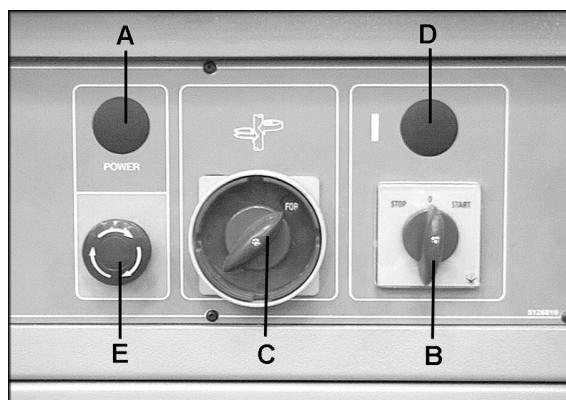

Рисунок 25
2. Поверните переключатель вперед/реверс (С, рис. 25) на нужную позицию. Поверните переключатель запуска (В, рис. 25) вправо, чтобы запустить станок. Переключатель запуска – магнитный, как только станок запустится, переключатель вернется в центральное положение, как
3. Чтобы остановить станок, нажмите на кнопку аварийного отключения (E, рис. 25) или поверните переключатель Вкл./Выкл. (B, рис. 25) влево.